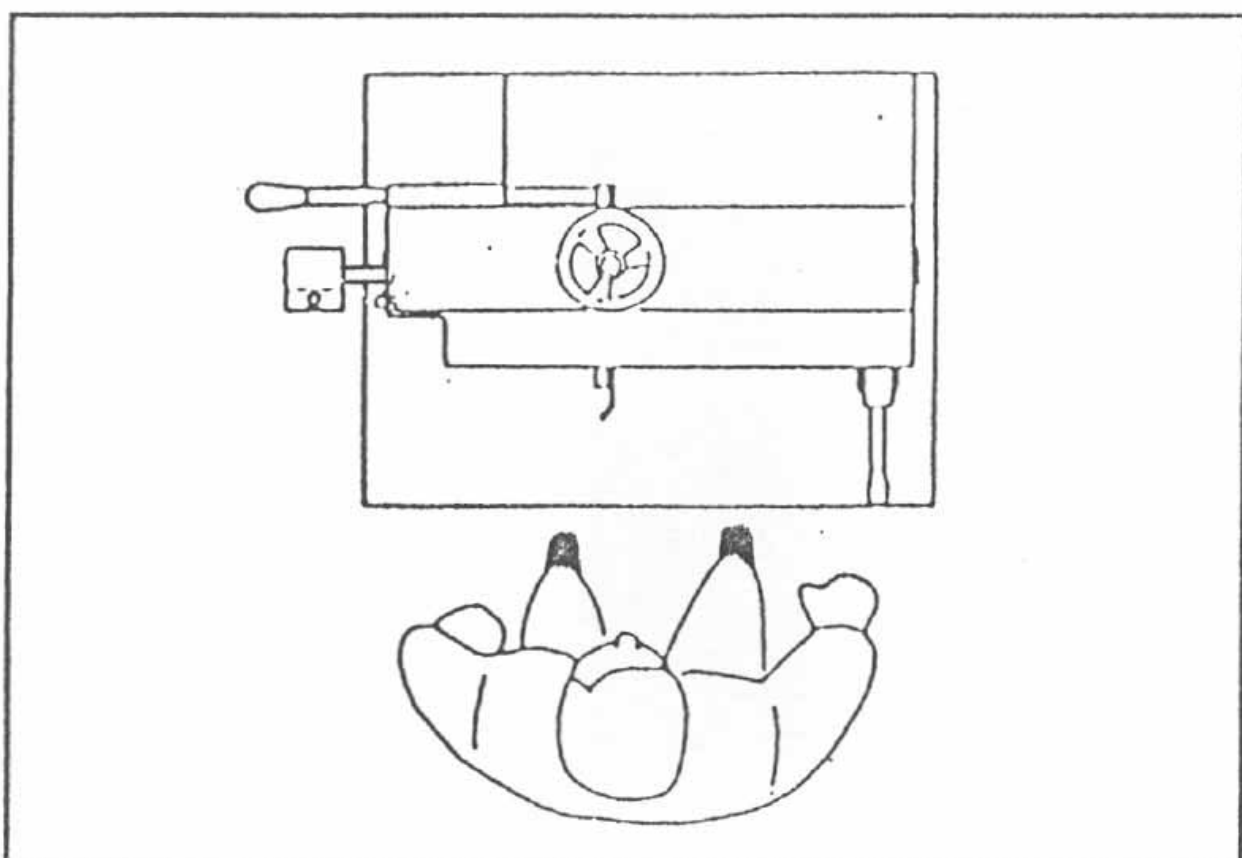

FIG.5-2
- Afin d'être protégé d'une manière adéquate par les protections présentes sur la machine, l'opérateur doit se trouver toujours dans le côté antérieur de la machine (voir fig. 5-2).